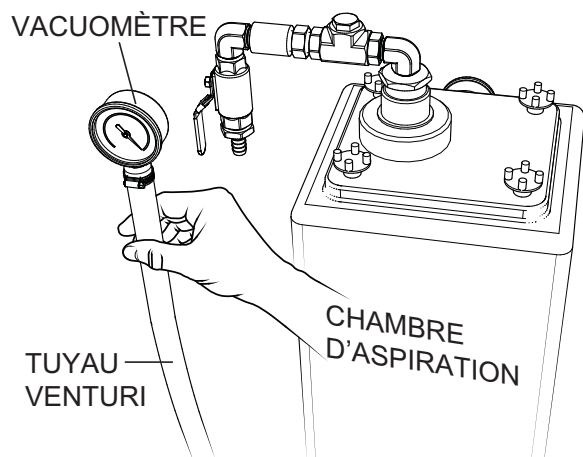

Figure 43. Vacuomètre
2. Attachez un vacuomètre de 0 à 30 pouces(0 à 76cm) à l'extrémité libre du tuyau Venturi comme montré sur la Figure 43.